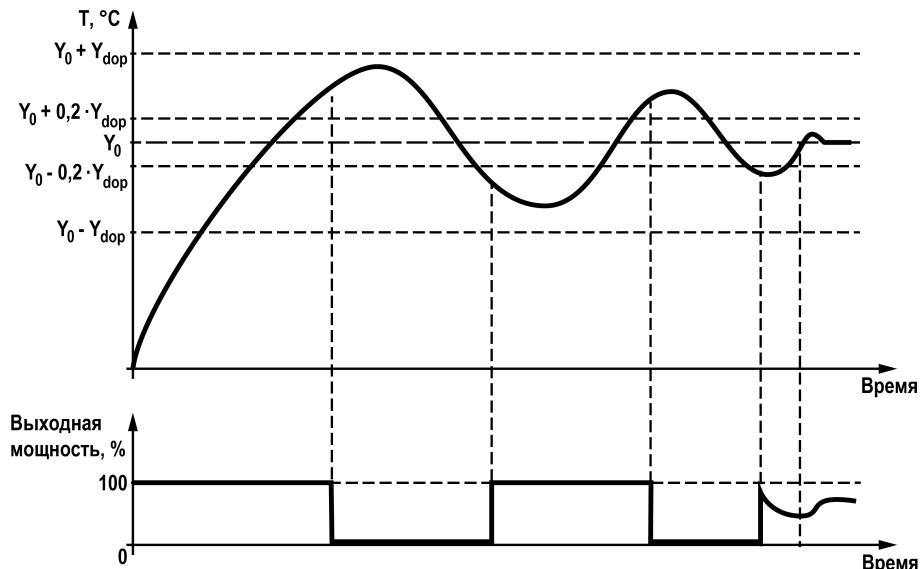

Рисунок 7.10 – Пример АНР
2. С помощью ПО «Конфигуратор TPM251» или кнопок на лицевой панели прибора установить значения параметров $Y0$ и $Ydop$. В процессе автонастройки регулируемая величина будет колебаться около уставки $Y0$. Параметр $Ydop$ определяет момент переключения выходной мощности двухпозиционного регулятора. Переключение происходит по достижении регулируемым параметром значения $Y0 - 0,2 \times Ydop$ и $Y0 + 0,2 \times Ydop$ с небольшим запаздыванием по времени (см. рисунок 7.10). Во время регулирования температуры рекомендуемое значение $Ydop$ находится в диапазоне 5...30 °C, оптимальное значение параметра подбираются исходя из характеристик объекта. Максимальное значение регулируемого параметра во время автонастройки может превысить $Y0 + Ydop$, что не является ошибкой алгоритма АНР.